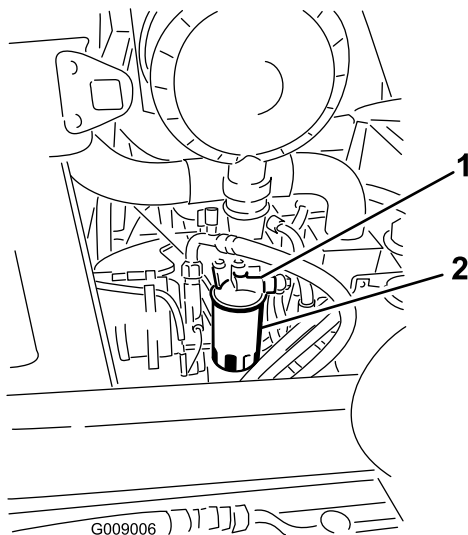

Bild 63
2. Entfernen Sie den Filter und reinigen die Kontaktfläche (Bild 63).
1. Reinigen Sie den Bereich um den Kraftstofffilterkopf (Bild 63).